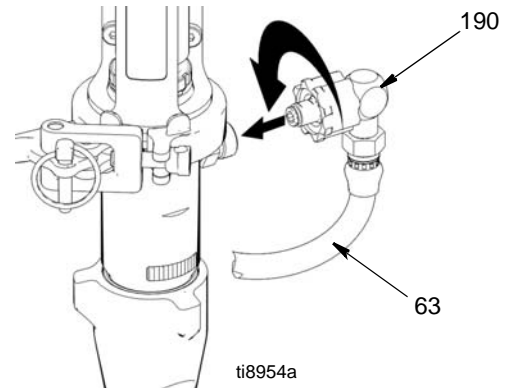

FIG. 26
7. (Fig. 26) Öppna klämman och rikta in pumputloppet mot slangkopplingen (190). Montera färgslangkopplingen (190) och färgslangen (63) på pumpanslutningen, stäng klämman.